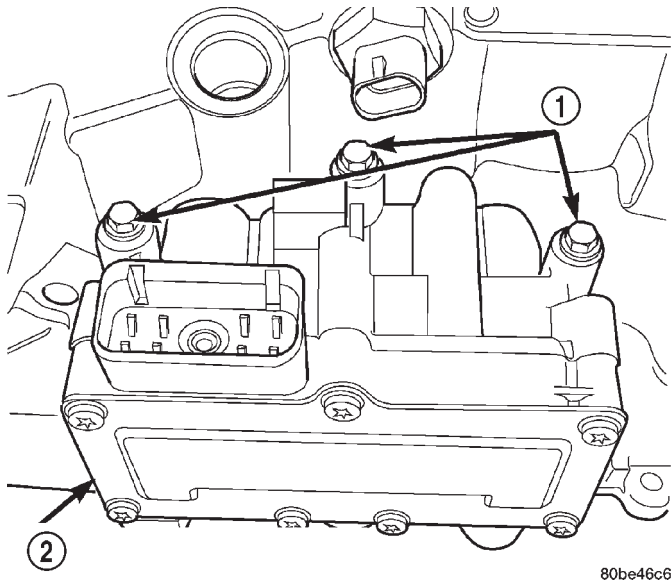

Fig. 154 Pernos de fijación
(69) Instale y apriete los pernos que fijan el conjunto de solenoides y conmutadores de presión al cárter del transeje con una torsión de 12 N·m (110 lbs. pulg.) (Fig. 154).